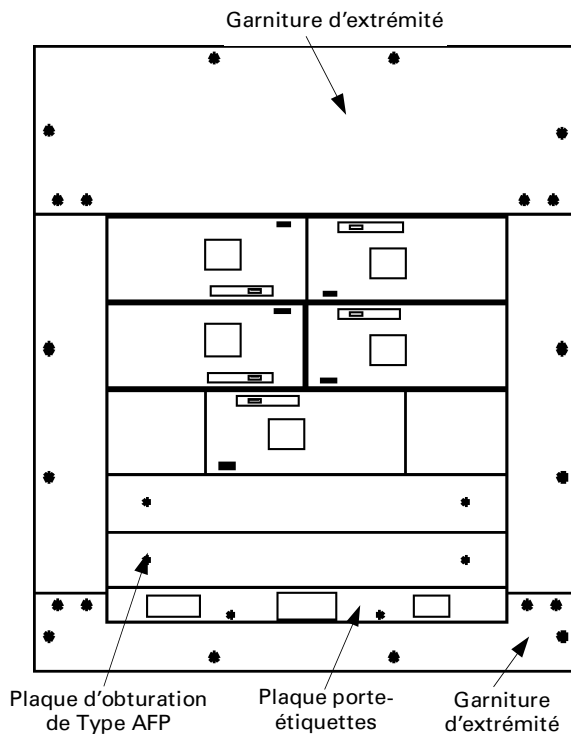

Figure 1. Installation de la garniture d'extrémité. (L'alimentation du haut est montrée.)
2. Fixer les plaques de garniture d'extrémité (les bords rabattus vers l'intérieur) à la boîte à l'aide des vis fournies, comme montré à la Figure 1. Ne pas serrer ces vis. La garniture d'extrémité comportant une découpe devrait être installée du côté sortie de la boîte.
3. S'assurer que toutes les positions intérieures entre les garnitures d'extrémité sont occupées par un appareil ou par une plaque d'obturation convenable de type APF (voir la Figure 1).